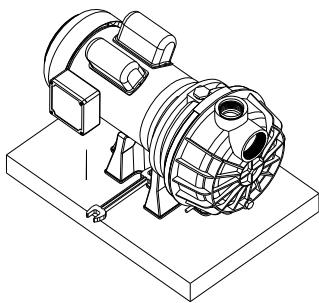

Figura 4
1. Emperne la bomba a base sólida y nivelada, (Vea Figura 4).